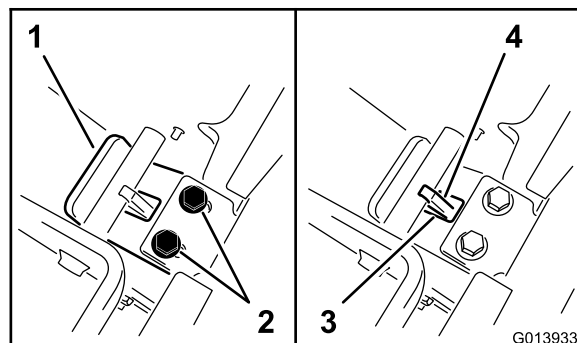

图 20
- 在背板上保持压力的同时将舌片朝自己所在的方向滑动直到舌板唇口接触到横杆图 20。